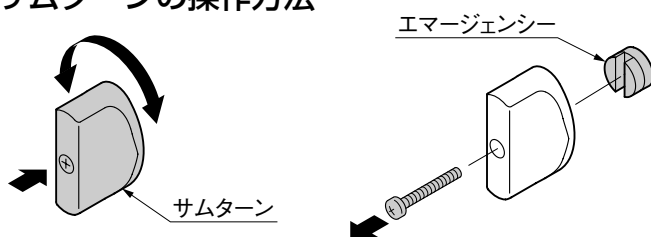

図4-1
- サムターンを取外すと、コインやキーなどがないと回せない仕様になります。（「4-2 エマージェンシー機構への変更」、図4-1参照）